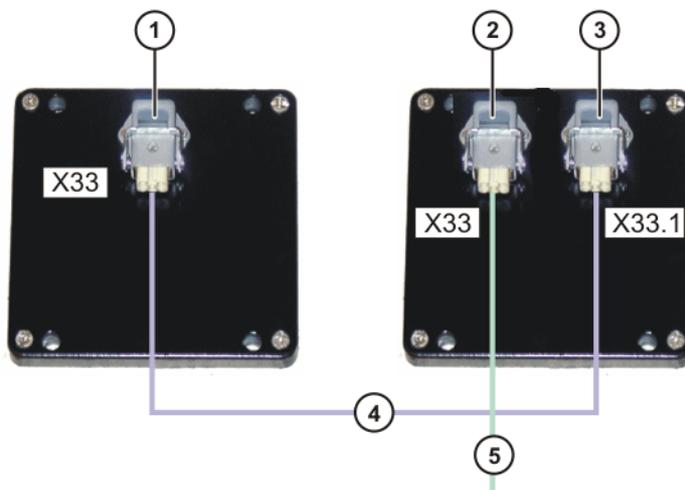

图 3-18: 2 个 RDW 的接线
- 2 个 RDW 如果机器人系统中运行超过 8 个轴，则必须再使用第二个 RDW Box。图（>>> 图 3-18）显示两个 RDW Box 之间的连接。